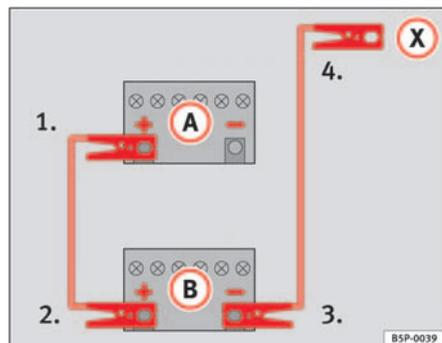

Fig. 193 Schéma de branchement des câbles de démarrage
Sur la ⇒ fig. 193, la batterie déchargée est repérée par la lettre **A** et la batterie fournissant le courant par la lettre **B**.
1. Raccordez une extrémité du câble de démarrage ⇒ fig. 193 rouge à la borne positive (+) du véhicule dont la batterie est déchargée ⇒ ⚠.
4. Sur le véhicule dont la batterie est déchargée, raccordez l'autre extrémité du câble de démarrage noir (X) à une pièce métallique massive fermement vissée sur le bloc-moteur ou au bloc-moteur lui-même, mais pas à proximité de la batterie ⇒ ⚠.